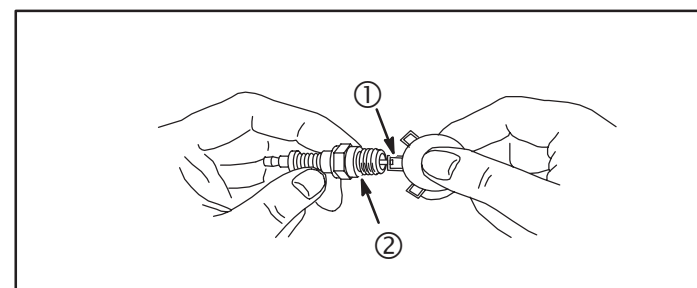

Fig. 2
- Avant d'installer la nouvelle bougie, vérifier et régler l'écart à 0,030 po (0,76 mm) s'il est nécessaire. Voir la figure 2.